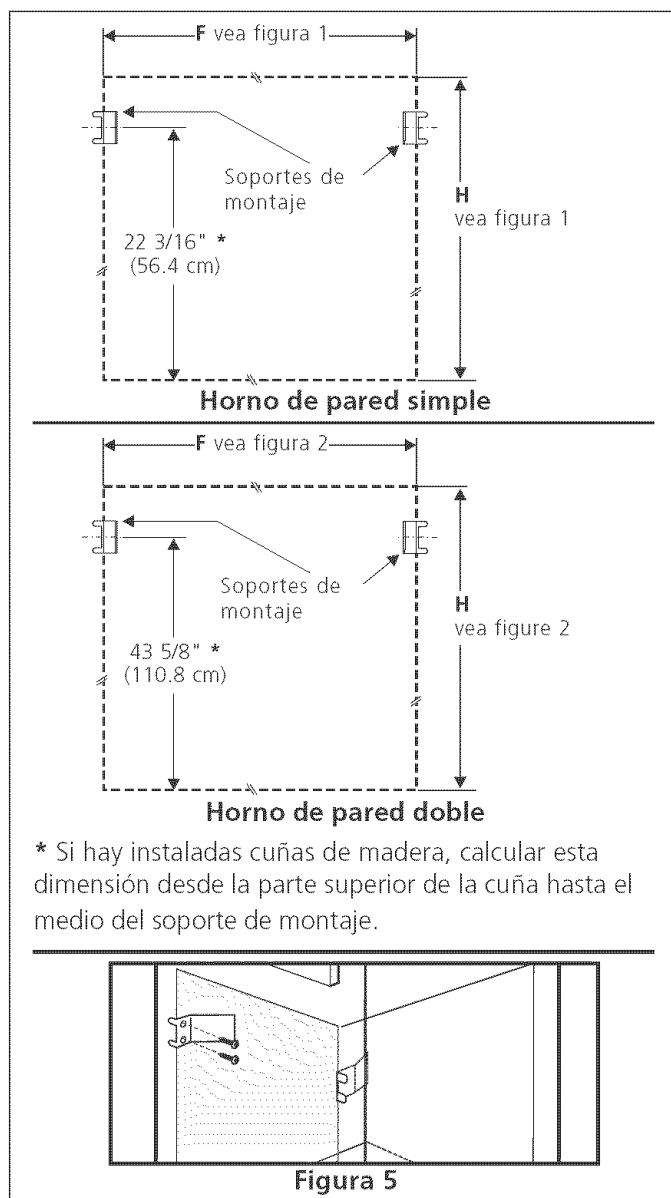

Figura 5
2. Instale los soportes de montaje como en la figura 5. **Nota:** Para prevenir cualquier tipo de daño al gabinete es recomendable perforar agujeros con un diametro de 1/16" (0,16cm) antes de instalar los soportes de montaje.